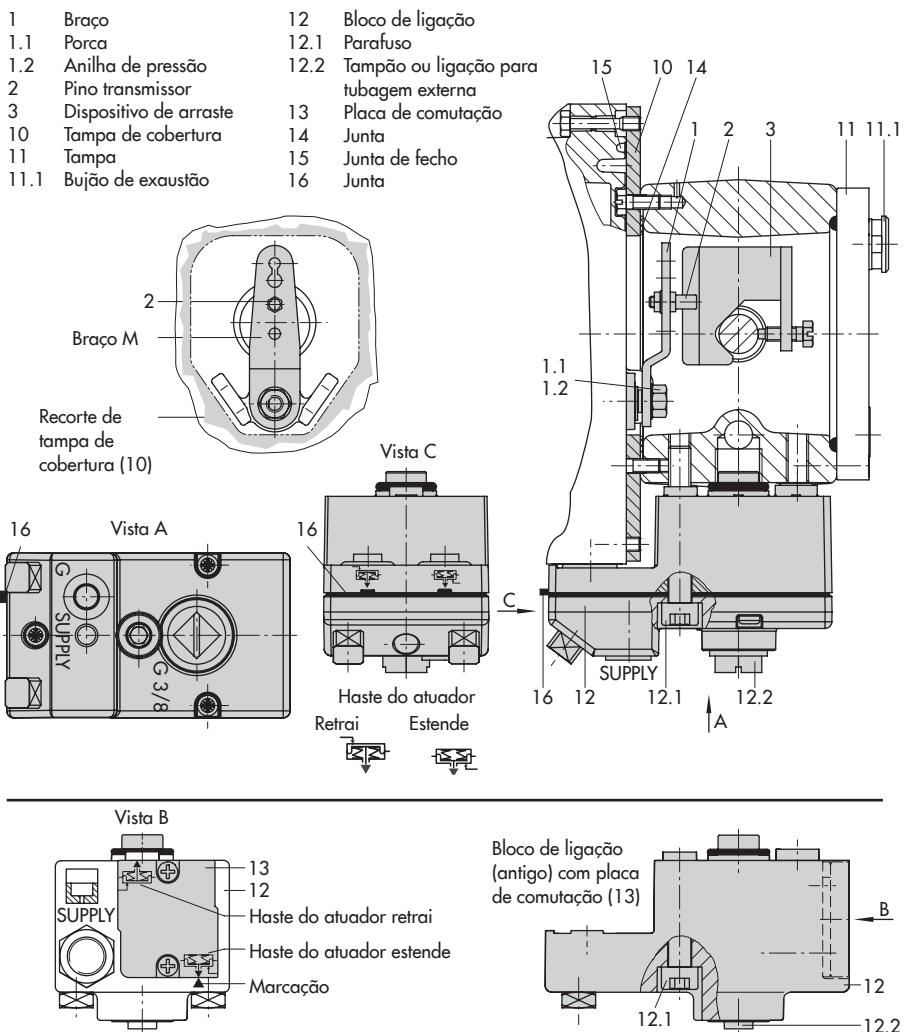

Fig. 7: Montagem direta – Ligação de sinal de pressão para atuador Tipo 3277 com 175 a 750 cm²
Atuadores com áreas efetivas de 175 a 750 cm² (consulte Fig. 7)
1. Coloque o dispositivo de arraste (3) na haste do atuador, alinhe e aperte firmemente de modo a que o parafuso de montagem fique localizado na ranhura da haste do atuador.
2. Monte a tampa de cobertura (10) com o lado estreito do recorte (Fig. 7, à esquerda) direcionado para a ligação do sinal de pressão. Certifique-se de que a junta (14) fica direcionada para a arcada do atuador.
3. Para atuadores com 355, 700 ou 750 cm², retire o pino transmissor (2) no braço M (1) na traseira do posicionador da posição de pino 35, reposicione-o no orifício para a posição de pino 50 e aperte firmemente.
A versão anterior do bloco de ligação (Fig. 7, em baixo) requer que a placa de comutação (13) seja rodada de modo a alinhar o símbolo do atuador com a seta.
7. Coloque o bloco de ligação (12) com os vedantes associados contra o posicionador e a arcada do atuador e aperte utilizando o parafuso (12.1). Para atuadores com ação de segurança "haste do atuador retrai", retire também o tampão (12.2) e monte o tubo externo do sinal de pressão.
8. Monte a tampa (11) do outro lado. Certifique-se de que o bujão de exaustão está localizado na parte inferior quando a válvula de controlo é instalada para permitir que qualquer condensação de água seja escoada.